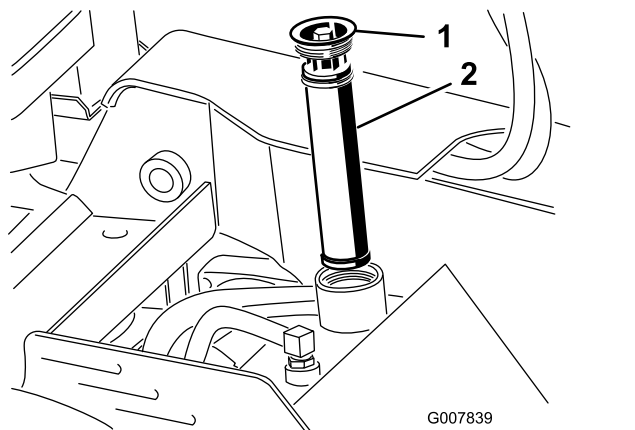

Figura 62
4. Retire y deseche el filtro usado (Figura 62).
5. Instale el filtro hidráulico de sustitución y el tapón de llenado (Figura 62) y apriete el perno del tapón a entre 13 y 15,5 N·m.
7. Retire el tapón de llenado del depósito hidráulico y el filtro (Figura 62).
12. Instale el filtro hidráulico y el tapón de llenado (Figura 62) y apriete el perno del tapón a entre 13 y 15,5 N·m.